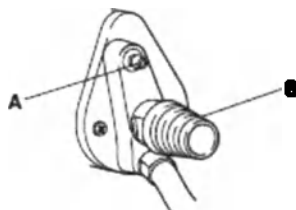

Рисунок 1. Расположение фитингов
1. Подключите оросительную трубку меньшего диаметра к фитингу для орошения (рис. 1).
2. Подключите всасывающую трубку к фитингу для всасывания (рис. 1).